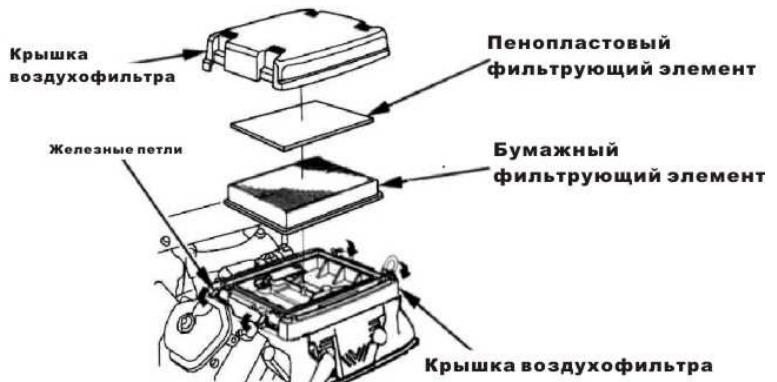

Рис. 22
1. Ослабьте четыре железных петли, снимите крышку воздухофильтра (Рис. 22), внимательно проверьте, не повреждены ли два фильтрующих элемента, если они повреждены, замените из новых.